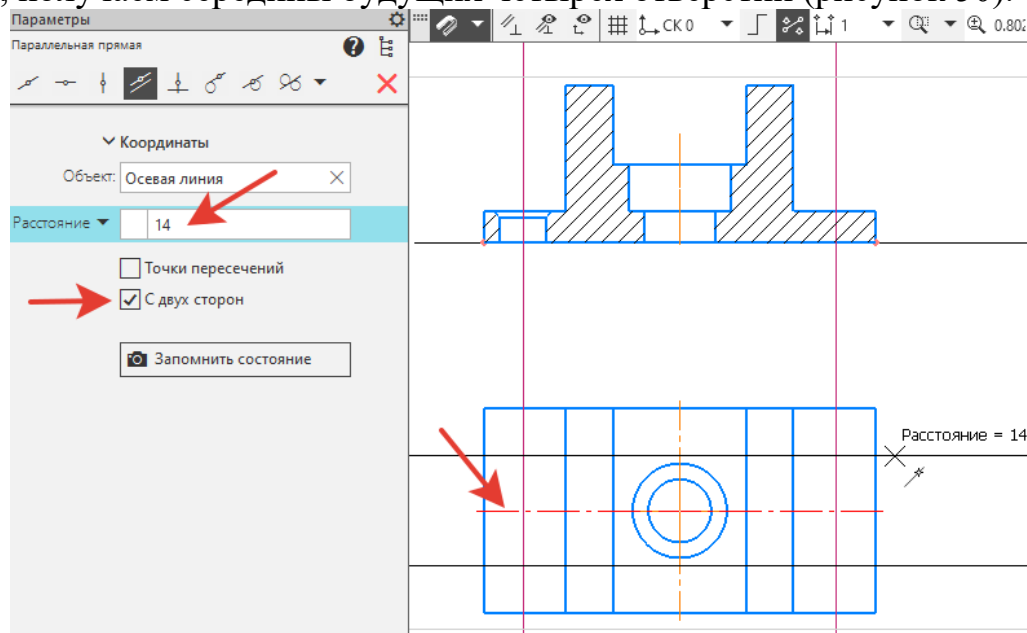

Рисунок 50.
13. С помощью команды **Вспомогательная параллельная прямая** и **Расстояние – 14**, и указываем центральную горизонтальную осевую линию вида сверху. На пересечении вертикальных и горизонтальных вспомогательных прямых, получаем середины будущих четырех отверстий (рисунок 50).